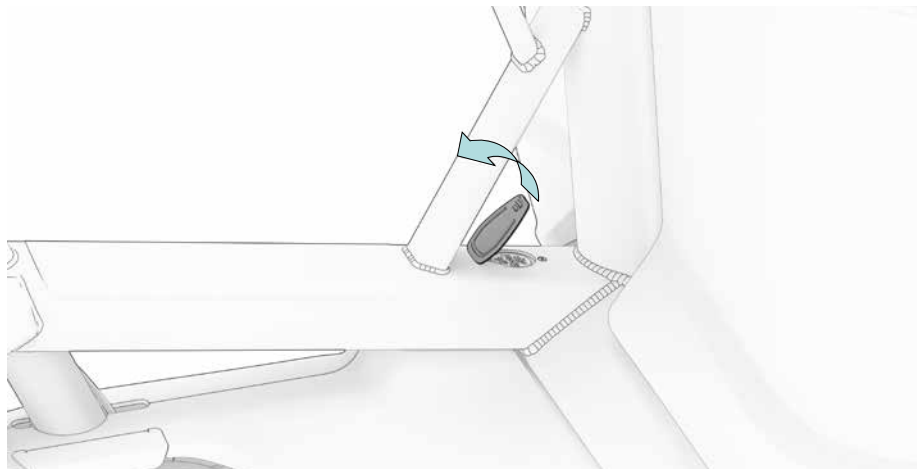

Fig. 25
2. Ouvrez le capuchon anti-poussière de la prise de charge (fig. 25) et branchez le câble du chargeur à la prise.